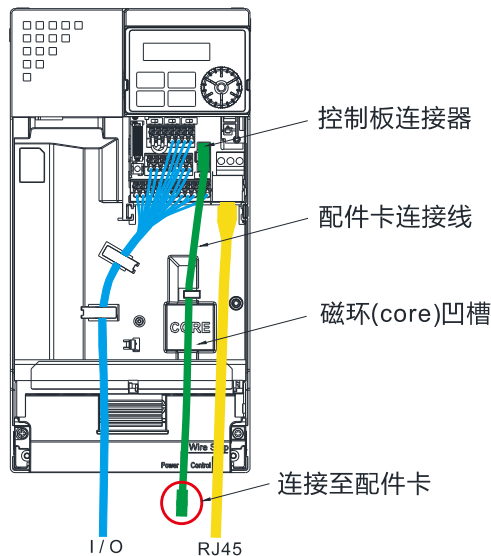

图8-29
2. 组装连接线：将连接线一端的连接器与控制板连接器对接，连接方式请见章节 8-1 **通讯卡及电源卡连接线之接线说明**，如图 8-29 所示之方式进行理线并确认磁环 ( core ) 已放置于凹槽中。